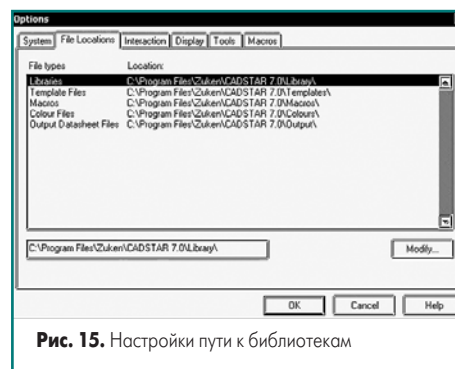

Рис. 15. Настройки пути к библиотекам
2. Выполним команду меню Tools | Options и в открывшемся окне Options на вкладке File Locations проверим, что путь к библиотекам был прописан, как показано на рис. 15, а именно в папке \Library рабочей директории папки CADSTAR.